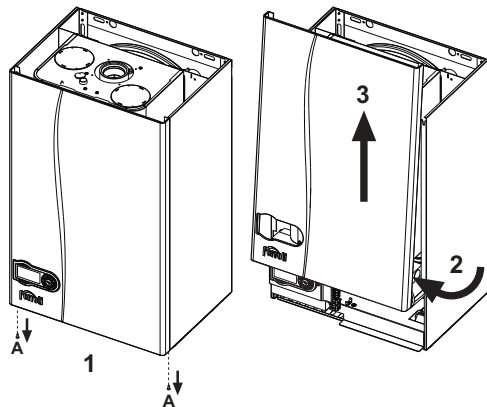

рис. 27 - Снятие кожуха
- Отвинтите винты "А" (см. рис. 27).
- Поверните кожух (см. рис. 27).